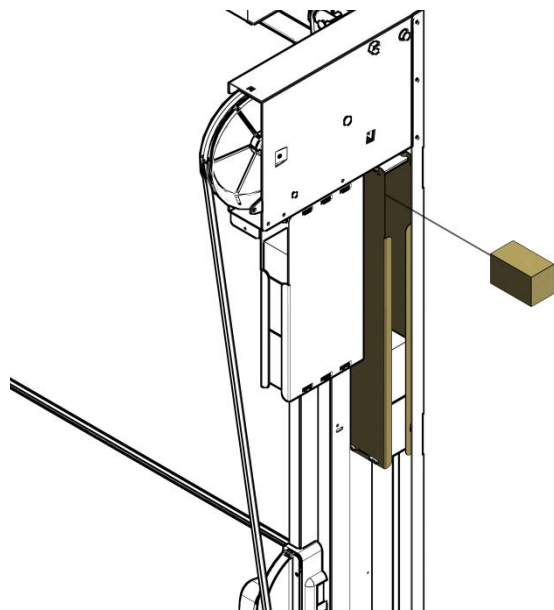

Figura 5-4
1. Se il pannello superiore, a porta aperta, tende a scendere, chiudere la porta e aggiungere unità peso simmetricamente alle scatole contrappeso strette DX e SX (Figura 5-4);
2. Se il pannello superiore apre troppo bruscamente, chiudere la porta e rimuovere simmetricamente unità peso alle scatole contrappeso strette DX e SX (Figura 5-4);